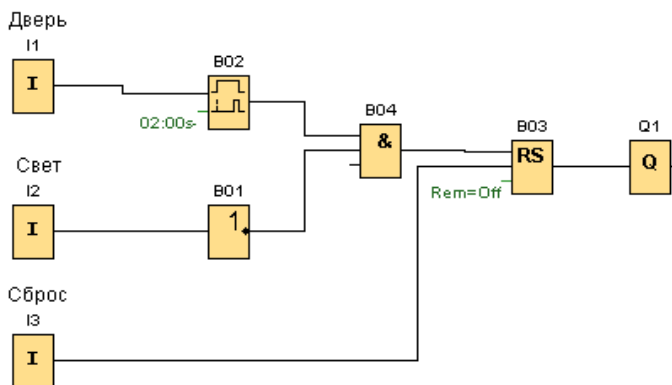

Рис. 32
1) Логическая схема задачи (рис. 32)